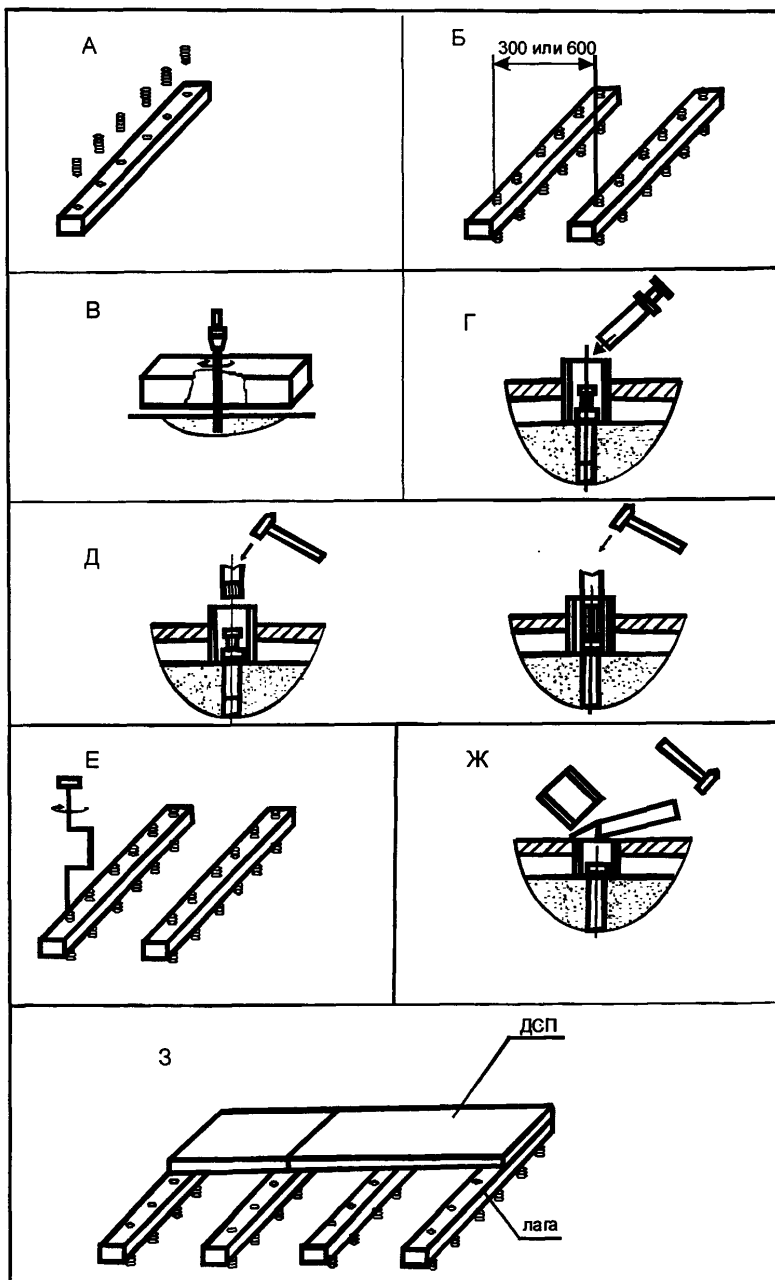

Рис. 3 Последовательность операций при установке регулируемых лаг и закреплении к ним сборной стяжки.
**5.44** При значительных неровностях подстилающего слоя, а также при необходимости укладки сборной стяжки по тепло-звукоизолирующему слою или прохождении под стяжкой труб возможно выполнение сборной стяжки из фанеры по регулируемым лагам со сквозными резьбовыми отверстиями (рис. 3).
**5.46** Перед установкой в отверстия лаг ввинчиваются пластиковые болт-стойки, на которые опираются лаги (рис. 3а).
**5.47** Лаги устанавливаются на перекрытии с шагом 375 мм, после чего через болты-стойки в перекрытии засверливаются отверстия (рис. 3б в).
**5.48** В болт-стойку помещают дюбель-гвоздь, который на неполную глубину забивают с помощью дробника в отверстие, выполненное в перекрытии (рис. 3г, д).
**5.49** С помощью заворачивающего инструмента регулируют необходимое положение лаг по уровню (рис. 4е) и окончательно закрепляют лаги к перекрытию с помощью дюбель-гвоздя, после чего выступающие части болтов-стоек срезают с помощью стамески (рис. 3ж).
**5.50** На установленные таким образом лаги укладывают сборную стяжку из двух слоев фанеры толщиной по 12 мм, закрепляя их с шагом 150 мм саморезами. При этом второй лист фанеры должен перекрывать стыки нижнего слоя (рис. 3з).